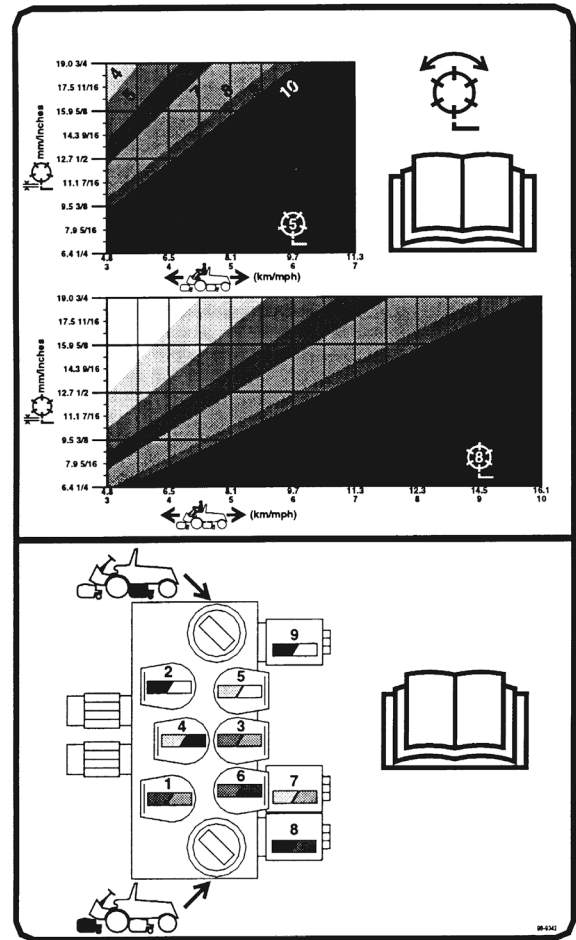

図 30
3. 対応するグラフ（図30）（5枚刃用と8枚刃用とがある）を使って、最も適切なリール回転速度を探す。